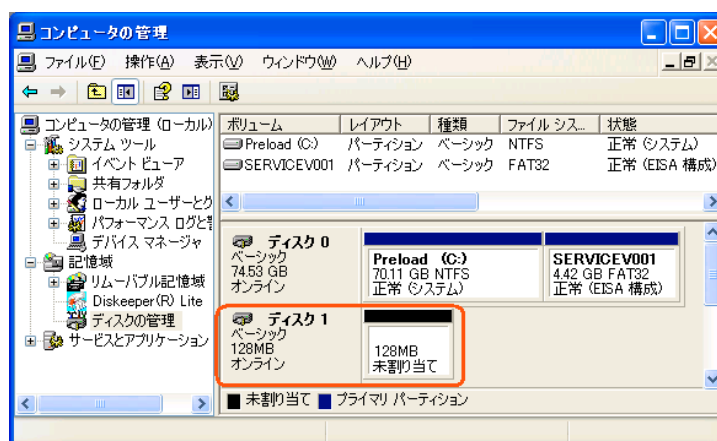

図 10: 未割り当て状態で初期化されたディスク
- ポップアップ・メニューにてディスクが初期化されるまで”次へ”のボタンをクリック”してください。ディスクの初期化が完了すると図 10 に示すように”未割り当て”として表示されます。